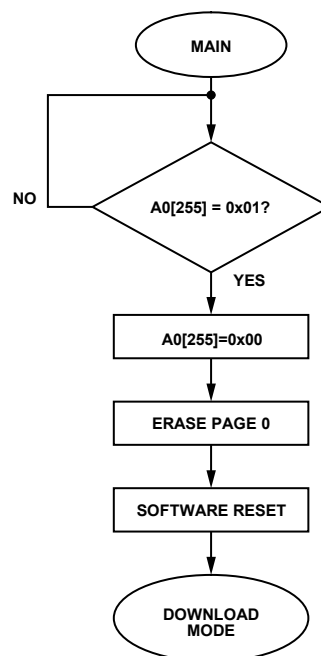

图 2. 流程图
1. 通过 I²C 发送命令 A0 W 0xFF 0x01 S。器件自动进入下载模式，如图 2 所示。